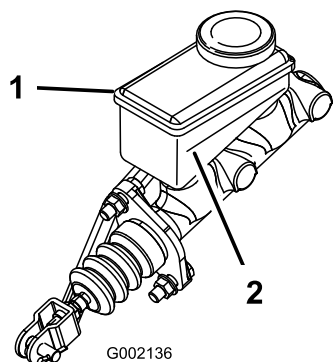

Рисунок 52
3. Проверьте уровень жидкости в боковой части бачка (Рисунок 52).
- В. Доливайте тормозную жидкость DOT 3 в бачок, пока ее уровень не будет выше отметки «Минимум» (Рисунок 52).